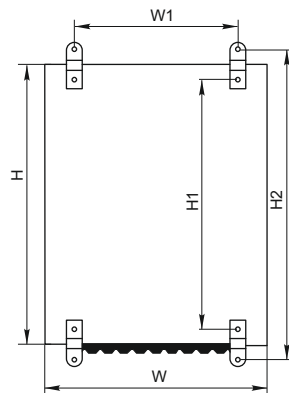

Рисунок 1 – Вид корпуса сзади
4.4 На задней стенке выполнены отверстия для навески на стену (рисунок 1).